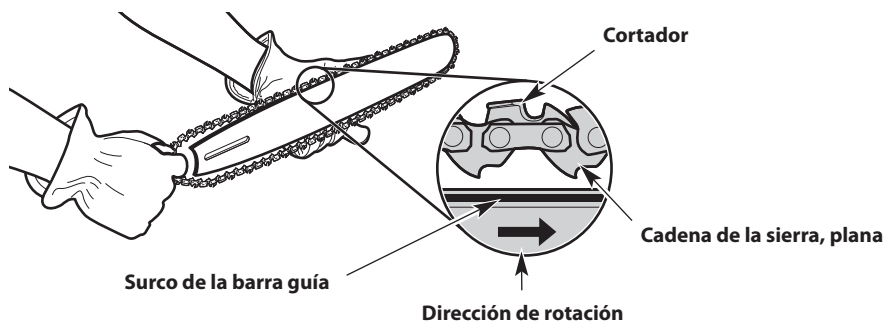
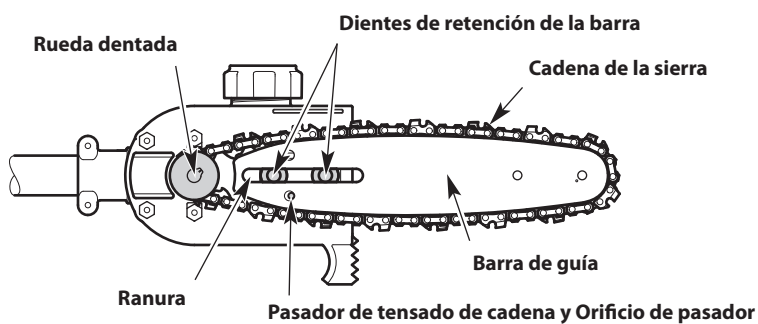

Fig. 12
Fig. 13
3. Coloque la cadena de la sierra en el surco de la barra guía (Fig. 12). Compruebe que los cortadores están en la dirección correcta de rotación (Fig. 12). Mantenga un lazo de la cadena de la sierra en el extremo trasero de la barra guía (Fig. 12).
4. Mantenga la cadena de la sierra y la barra guía juntas en la posición sobre la unidad. Enganche la cadena de la sierra alrededor de la rueda dentada de impulsión e instale la barra guía sobre los pernos de la barra (Fig. 13). Compruebe que la barra guía esté al ras contra la superficie de montaje. Compruebe que las partes planas sobre la cadena de la sierra están en los surcos de la rueda dentada de impulsión (Fig. 12 y Fig. 13). Compruebe que el pasador de tensado de cadena esté en el orificio del pasador en la barra guía (Fig. 13).
6. Instale la cubierta de la barra. Apriete el tornillo y dos (2) tuercas de retención de la barra.